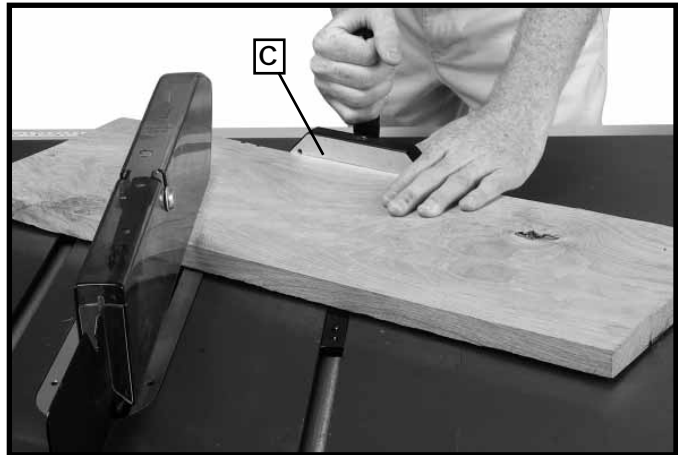

Fig. S5
El corte a inglete (la operación ilustrada en la Fig. S5) es igual al corte transversal, excepto que el calibrador de inglete (C) está trabajando en un ángulo que no es 0 grados. Sostenga la pieza de trabajo firmemente contra el calibrador de inglete e introduzca el trabajo lentamente en la hoja para evitar que la pieza se mueva.